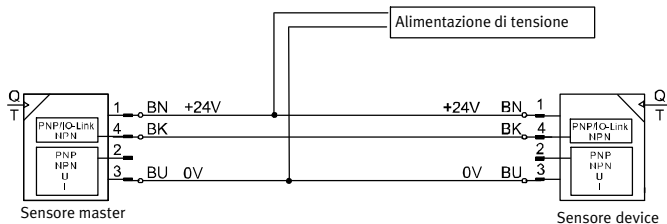

Fig. 14 Replica dei parametri sull'esempio di SFAW-...PNLK-... / SFAW-...-PNVBA-...
- Il sensore master è collegato con un sensore device (→ Fig. 14).